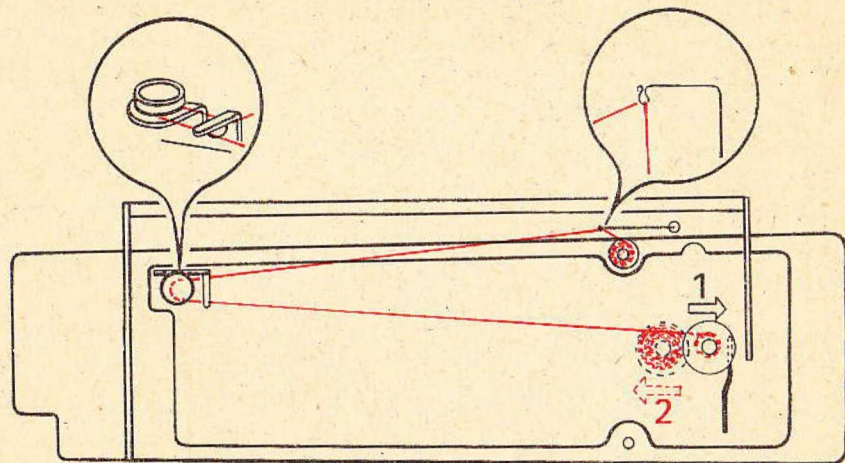

Abb. 14 Obr. 14 14. ábra
- Faden gemäß Abb. 14 einlegen und mehrfach um die Spule wickeln.
- Spulerröhre nach rechts gegen das Handrad drücken (1). Ist die Spule gefüllt, bleibt der Spulerröhre stehen.
- Spulerröhre zurückdrücken (2) und Spule abnehmen
14. Oberfaden einfädeln (Abb. 14 + 18) ★ Navléknutí horní nitě (Obr. 14 + 18) ★ A felsőszál befűzése (14. + 18. ábrák)